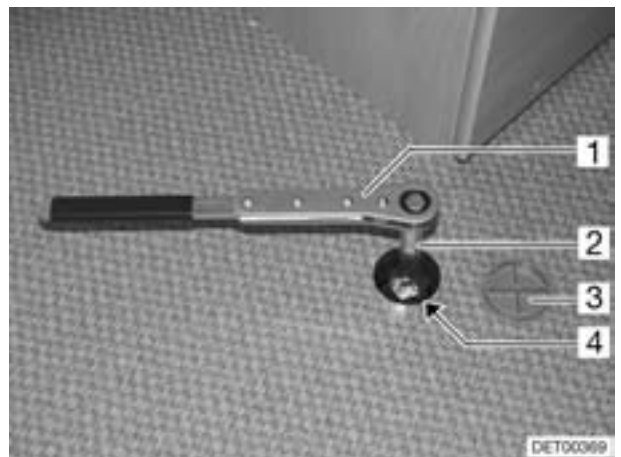

Bild 208 Ersatzradabsenkung
- Plastikkappe (Bild 208,3) mit einem geeigneten Werkzeug (z. B. Schraubendreher) vorsichtig öffnen.
- Schlüssel (Bild 208,2) auf die Aufnahme (Bild 208,4) der Ersatzrad-Halterung setzen.
- Ratsche (Bild 208,1) auf den Schlüssel aufsetzen.